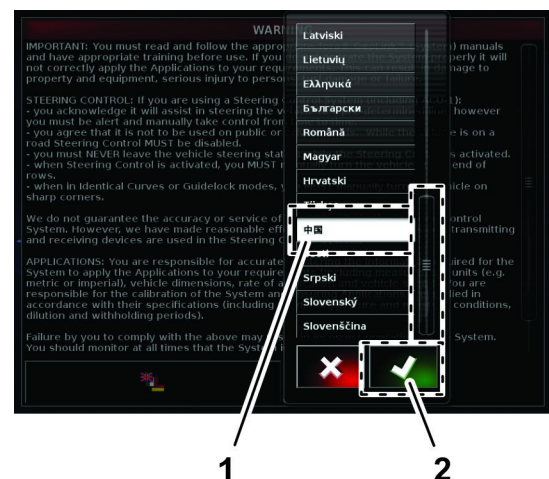

Figura 15
2. Nella finestra di dialogo di selezione della lingua, scorrere fino alla lingua desiderata, selezionarla nell'elenco e premere l'icona Sì (Figura 15).